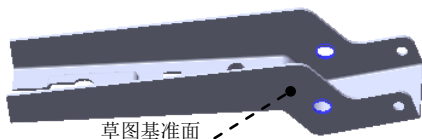

图 16.5.38 切除—拉伸 5
Step9. 创建图 16.5.38 所示的切除—拉伸 5。
(1) 选择命令。选择下拉菜单 **插入(I)** → **切除(C)** → **拉伸(E)...** 命令。
(2) 定义特征的横断面草图。
① 定义草图基准面。选取图 16.5.38 所示的表面作为草图基准面。